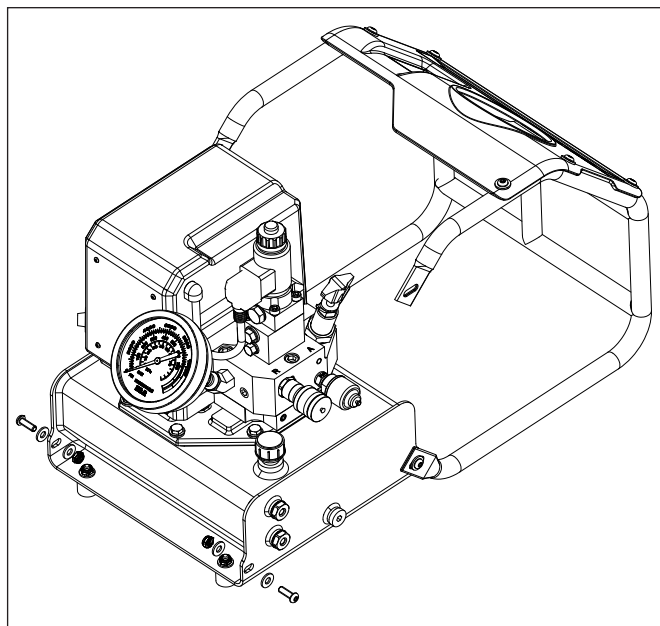

Figura 7: Curățarea rezervorului
3. Îndepărtați cele 2 șuruburi, șaibele și piulițele care fixează cușca de protecție pe rezervor. Slăbiți celelalte 2 seturi de șuruburi de montare. Pivotați cușca de protecție așa cum se arată. Vezi Figura 7